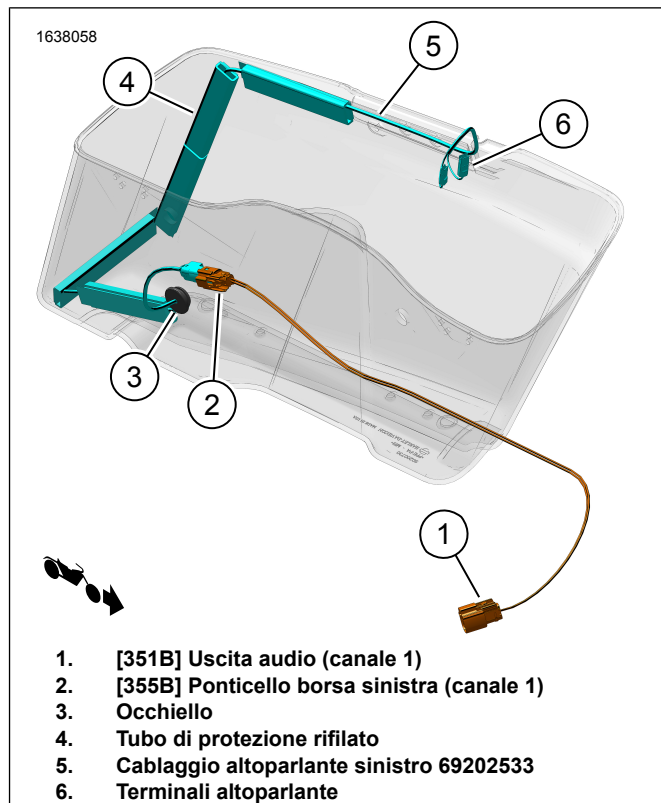
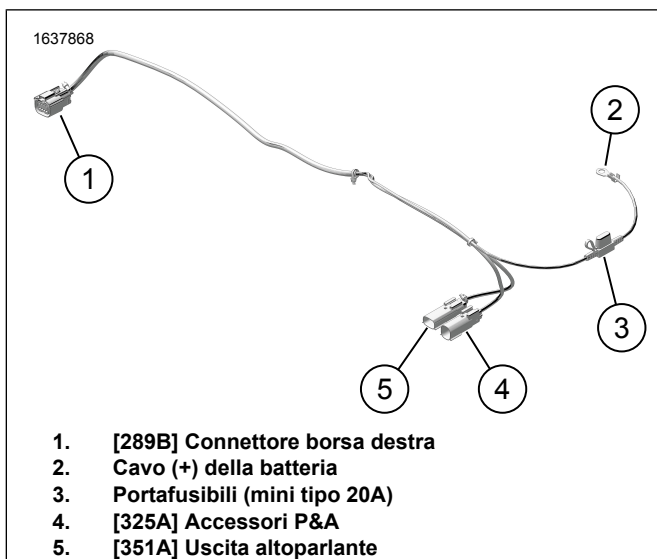
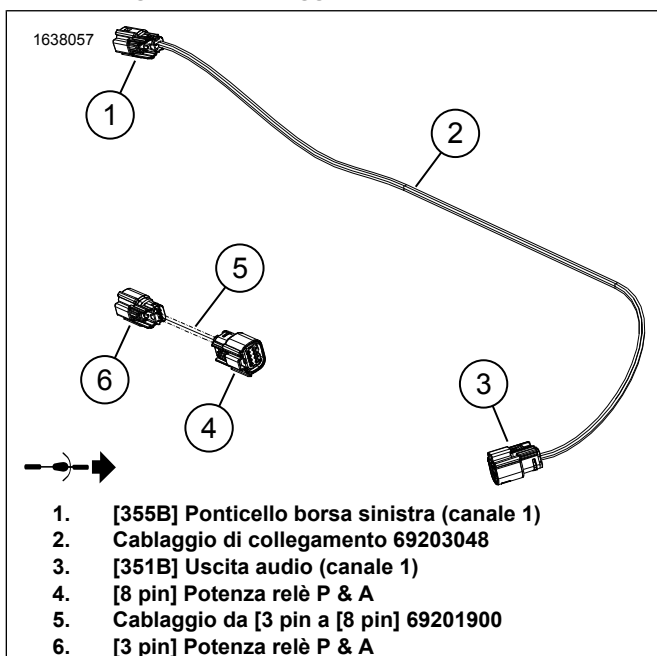

Figura 4. Disposizione del cablaggio della borsa di sinistra
Figura 15. Cablaggio esterno 69202870
Figura 16. CABLAGGIO DI COLLEGAMENTO
12. Figura 4 Installare il cablaggio dell'altoparlante di sinistra.
- b. Figura 4 Ruotare il cablaggio (5) come mostrato.
1. Figura 15 Collegare il cavo (+) della batteria (2) al terminale (+) della batteria. Vedere il manuale di manutenzione.
- a. Figura 15 Instradare [325A] (4) sul lato sinistro del telaio del veicolo.
- b. Figura 16 Collegare [3-Pin] (6) del cablaggio del ponticello (5) a [325A] (4) del cablaggio esterno 69202870. Figura 15
- a. Instradare [325A] (4) sul lato destro del telaio del veicolo.
- b. Figura 15 Collegare [325A] al connettore P & A [325B]. Situato sotto l'area di copertura del lato destro.
4. Figura 15 Far passare la diramazione [289B] (1) del cablaggio esterno lungo il telaio e il supporto del montante del parafrangente. Utilizzando le fascette fermacavi, installare il cablaggio ai punti di ancoraggio senza serrarli. Non stringere le fascette.
8. Figura 16 Instradare e installare i cablaggi di collegamento 69203048 (2).
- a. Figura 16 Collegare [355B] (1) del cablaggio del ponticello (2) al cablaggio dell'altoparlante della borsa laterale sinistra (5). Figura 4
- c. Figura 16 Instradare [351B] (3) sul cablaggio del ponticello 69203048 (2) verso [351A] (5) sul cablaggio esterno 69202870. Figura 15
10. Figura 1 Installare il fusibile da 20 Amp (18) nel portafusibile del cablaggio esterno (3). Figura 15
- a. Collegare [360LA] a sinistra (L).
- b. Collegare [360RA] a destra (R).
4. Figura 15 Collegare a [351A] (5).